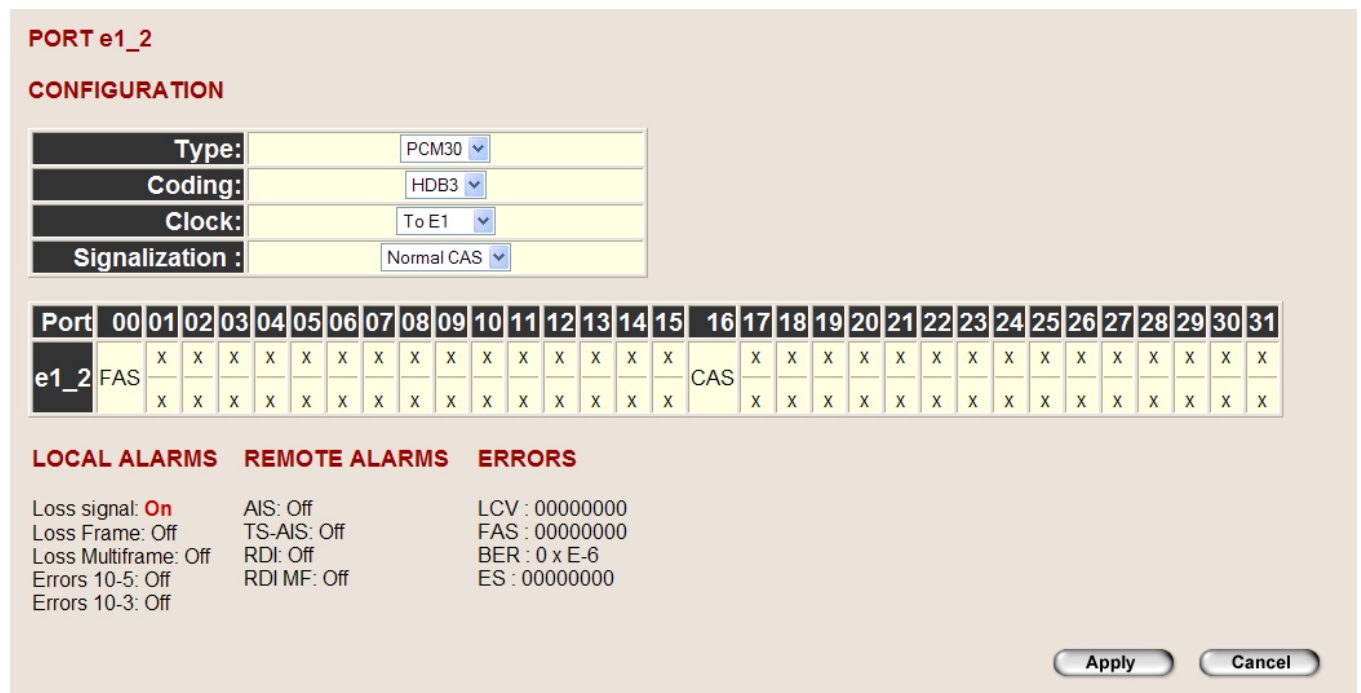

Рисунок 13 - Меню конфигурации порта E1\_2
16. Настроить порты E1\_2, E1\_3, E1\_4 и коммутацию центрального и удаленного мультиплексоров на соответствующих WEB-страницах (см. рис. 13, 14).